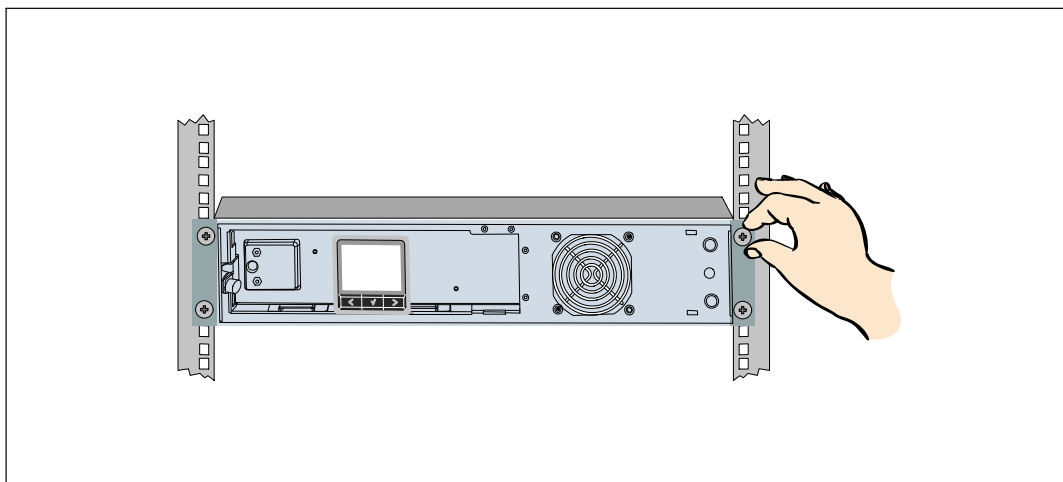

Figura 16. Cómo asegurar el gabinete
- 7 Asegure el frente del gabinete al bastidor con cuatro tornillos de apriete manual en los soportes de montaje (consulte la Figura 16). Ajuste manualmente; no utilice herramientas mecánicas. Repita este procedimiento para todos los gabinetes adicionales.